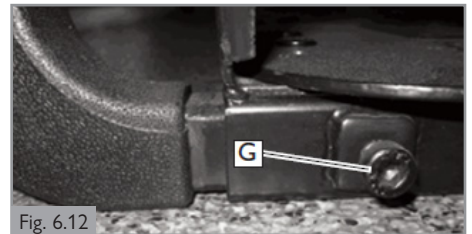

Fig. 6.12
5. Localice los 2 elementos de sujeción del reposabrazos (G) en cada lado del anclaje receptor del reposabrazos. (Fig. 6.12).
1. Con una llave hexagonal de 4 mm, afloje los dos tornillos de fijación M5 (H) situados en el receptor del reposabrazos. (Fig. 6.12).